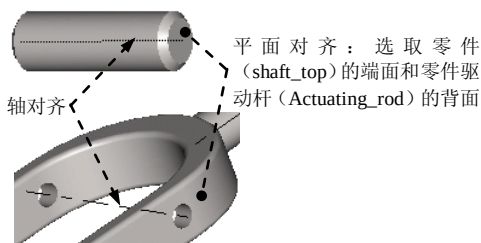
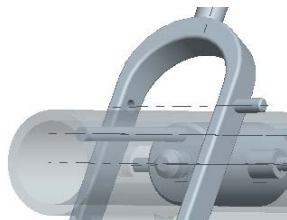

图 9.5.46 装配零件 (shaft_top)
图 9.5.47 装配后
⑦ 单击操控板中的  按钮, 则完成元件 actuating_rod 的创建。
Step18. 增加固定元件: 按照与 Step7 相似的操作方法装配零件 (shaft_top), 参见图 9.5.46、图 9.5.47。
(1) 单击 **模型** 功能选项卡 **元件** 区域中的“装配”按钮 。打开文件名为 shaft_top.prt 的零件, 引入零件 (shaft_top)。